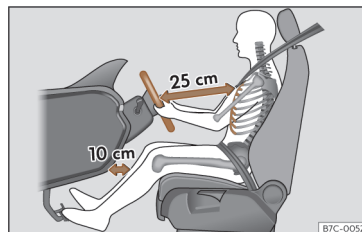

Fig. 6 La separación correcta entre el conductor y el volante debe ser de 25 cm como mínimo (10 pulgadas).
- Ajuste el volante de modo que quede a una distancia de, por lo menos, 25 cm (10 pulgadas) del esternón»» fig. 6 y lo pueda sujetar con ambas manos por los lados, por la parte exterior, con los brazos ligeramente flexionados.
- Ajuste longitudinalmente el asiento de forma que pueda pisar a fondo los pedales con las rodillas ligeramente flexionadas y que quede una distancia entre la zona de las rodillas y el tablero de instrumentos de al menos 10 cm (4 pulgadas)»» fig. 6.